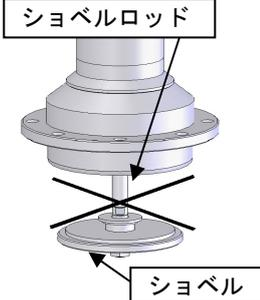

Fig.5 ショベル部分
– ポンプ取り付けの際、ポンプ下側のショベルが引っ込んでいる状態で取り付けてください。ショベル部分が飛び出した状態で取り付けると、ショベルロッドを曲げてしまい、ポンプの吸い込み不良になります。(Fig.5)
– ポンプ本体とショベルの間に手を入れないでください。急な作動により挟まれてケガをする恐れがあります。(Fig.5)